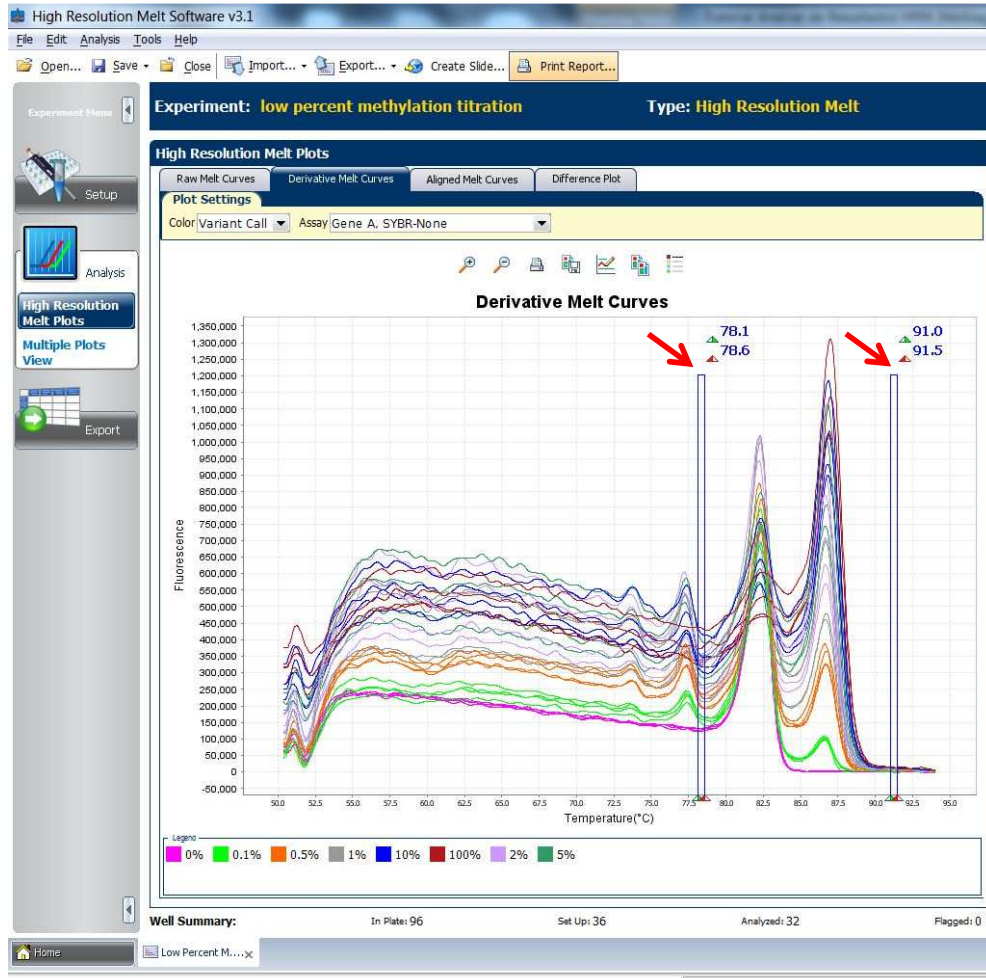

Fig. 6a
Esse gráfico mostra o dado de fluorescência derivado (eixo y) em função da temperatura (eixo x) (Fig. 6a)
Se necessário, ajuste as palhetas que definem a região pré-melting (corresponde a 100% de fluorescência) e pós-melting (corresponde a 0% de fluorescência) (Fig. 6a):
1. Posicione o *mouse* em cima de uma das palhetas e arraste para a região desejada. Elas devem ficar próximas às regiões de inflexão da curva (Fig. 6a)
2. Repita este procedimento para o restante das palhetas (Fig. 6a)